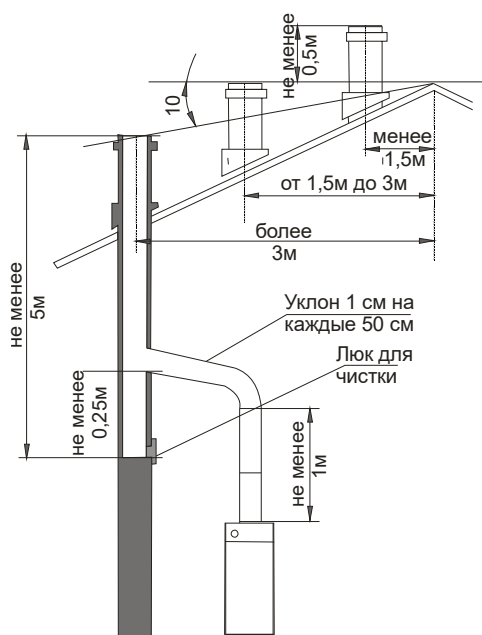

Рис.4-1. Примерная схема подключения котла к дымоходу
7.4. Устройство дымохода, к которому подключается котел, должно соответствовать СНиП 2.04.08-87 «Газоснабжение». Примерная схема подключения котла к дымоходу показана на рис.4-1.
7.10. Дымоход рис.4-1 должен быть выведен выше зоны ветрового подпора. Высота дымохода над крышей дома устанавливается в зависимости от расстояния его от конька по горизонтали и должна быть: